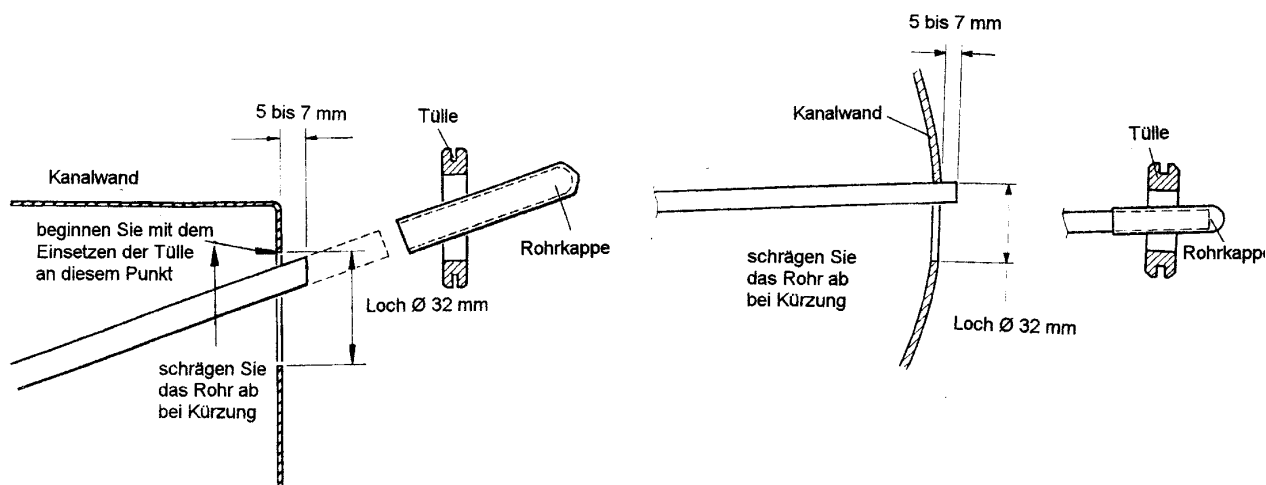

Abbildung 5 – Anpassen der Druckrohrlänge
4. Während Sie die Rohre gegen die Kante des Kanals drücken, längen Sie sie so ab, dass noch ca. 5-7 mm außen vorstehen. Nach sorgfältigem Entgraten und Beseitigen aller scharfen Kanten schieben Sie die Rohrkappen auf (Abbildung 5).